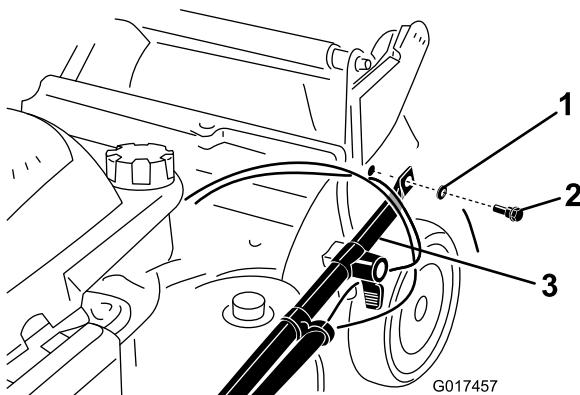

Figure 4
2. Fixez les extrémités du guidon au carter de la machine avec 2 rondelles et 2 boulons (Figure 4), mais ne serrez pas les boulons.
Important: Acheminez les câbles à l'extérieur du guidon (Figure 4).